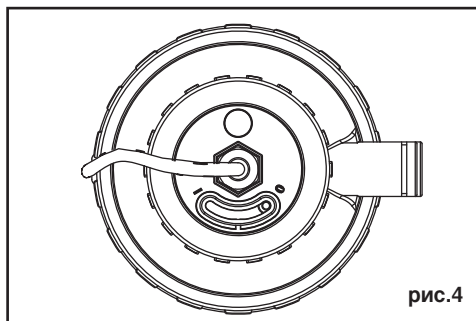

рис.4
4. Поверните рукоятку по часовой стрелке до позиции "O", чтобы выключить электронагреватель. Смотрите рис.4.